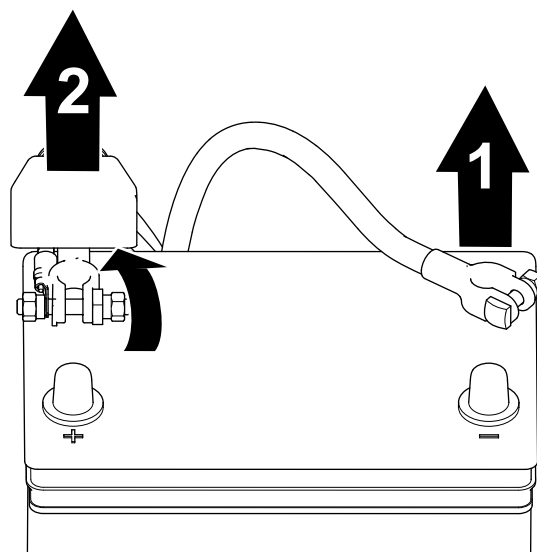

Figura 34
1. Remova o cabo negativo da bateria do terminal da bateria (Figura 34).
2. Levante o isolador e remova o cabo positivo da bateria do polo da bateria (Figura 34).